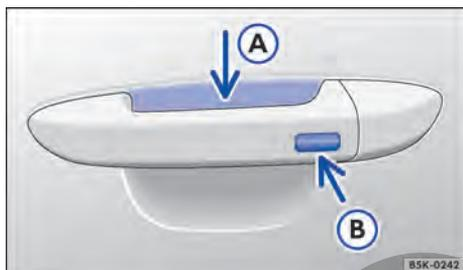

Fig. 50 Keyless Access: superficies del sensor.
- Tocar el sensor → fig. 50 (A) en la parte interna de la manilla de la puerta del conductor o de la puerta del acompañante delantero.
- Tocar la superficie del sensor → fig. 50 (B) en la parte externa de la manilla de la puerta del conductor o de la puerta del acompañante delantero *una vez*.
- Además, dentro de 5 segundos, toque una vez en el sensor en el exterior de la manilla de la puerta → fig. 50 (B).
Para la **apertura de confort** de todos los vidrios eléctricos y del techo solar, empujar la manilla de la puerta y mantener presionados, al mismo tiempo, el sensor de la parte interna de la manilla → fig. 50 (A) y la superficie del sensor (B).
Para el **cierre de confort** de todos los vidrios eléctricos y del techo solar, mantenga un dedo durante unos segundos sobre la superficie del sensor → fig. 50 (B) del lado exterior de la manilla de la puerta del conductor o del acompañante delantero.
Un fuerte chorro de agua o de vapor puede activar las superficies de los sensores en las manillas si, al mismo tiempo, una llave del vehículo válida está en el área de aproximación. Si al menos un vidrio está abierto y la superficie del sensor → fig. 50 B en una manilla de la puerta se activa permanentemente, todos los vidrios se cerrarán. Si el chorro de agua o de vapor se aleja brevemente de la superficie del sensor → fig. 50 A de una manilla de la puerta y se vuelve a dirigir hacia ella, posiblemente todos los vidrios se abrirán.